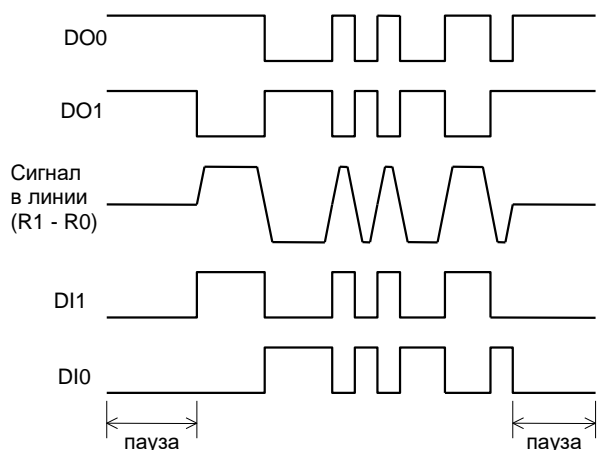

Рис.2 Соответствие сигнала в линии сигналам на выводах EL-12N.
- интерфейс Harris с кодером/декодером (см. рис.2).